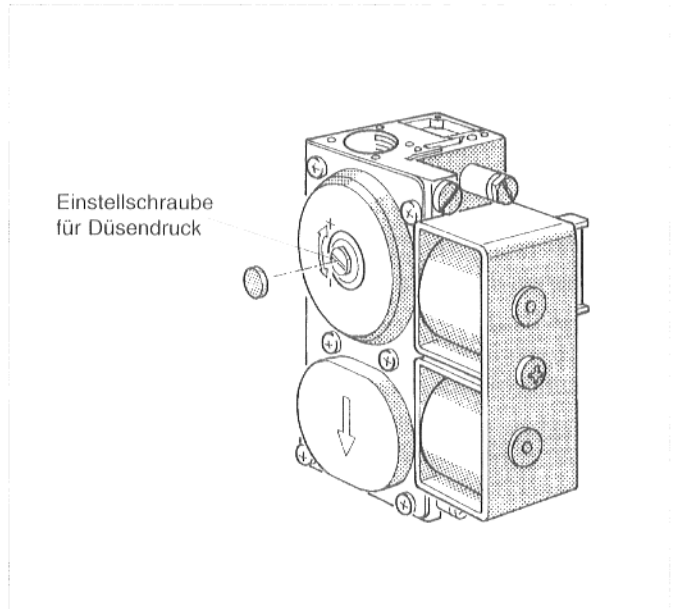
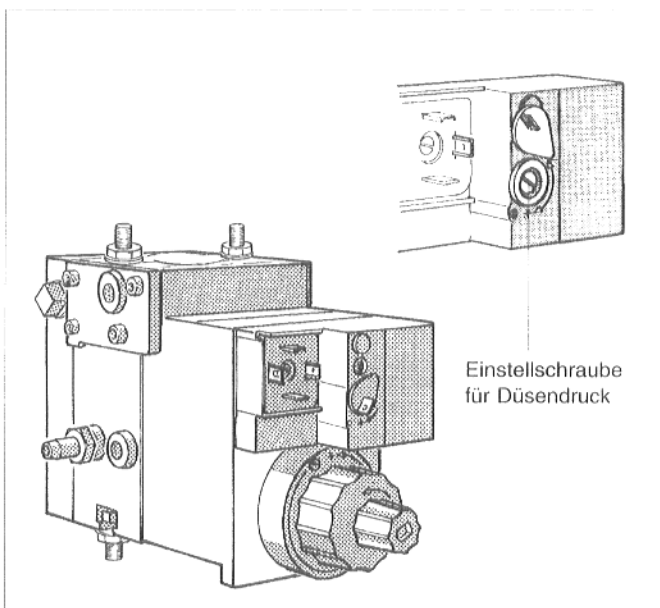

Abb. 7: Gasbrennerarmatur "Sit" 830 Tandem
Abb. 10: Gasbrennerarmatur DUNGS MBDLE
- Schutzkappe bzw. -schraube über der Einstellschraube für Düsendruck entfernen (Abb. 7 bis 9); bei DUNGS MBDLE Verschlussklappe weg-schwenken (Abb. 10).
- Düsendruck korrigieren durch Drehen der Einstellschraube in Plus- oder Minus-Richtung (Abb. 7 bis 10).